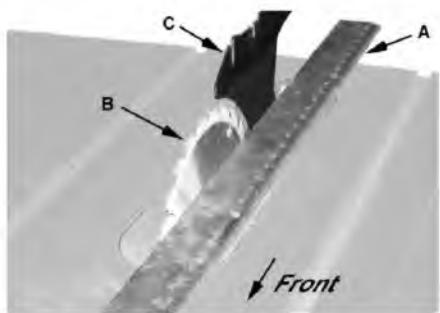

Рис. 13
2. Поместите линейку (см. рис. 13) на столе, так чтобы край упирался в пильный диск (В, рис. 13) и расклинивающий нож (С, рис. 13). Поверните пильный диск так, чтобы верхняя часть зуба пильного диска касалась линейки.